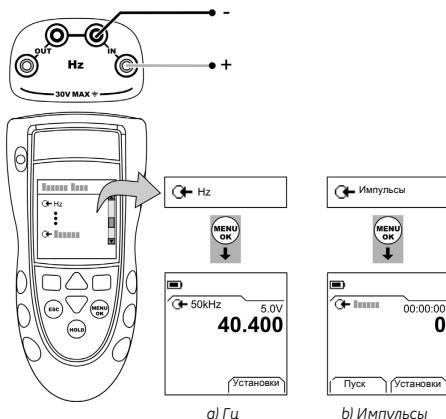

Рисунок 1: Пример конфигурации – Измерение Гц или подсчет импульсов
1. Подключите прибор (Рисунок 1) и, при необходимости, отрегулируйте Настройка (Таблица 1).